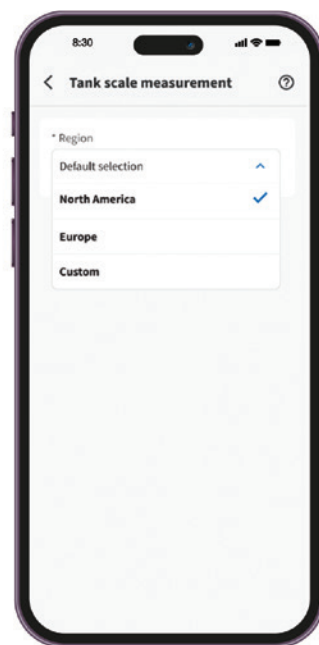

Fig. 12
- Ouvrez l'application Napoleon® Home et allez à la section Balance de la bouteille (**Fig. 12**).